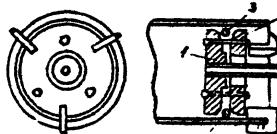

Рис.2
Трубоукладчики T7, T8 устанавливают заглушки в трубопроводе (заглушки состоят из двух металлических дисков I,2), между которыми помещается резиновое кольцо (3). При ввинчивании дисков резиновое кольцо прижимается к внутренней поверхности трубы и создает нужную герметичность. Рис. 2.